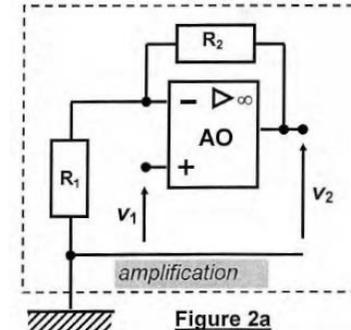
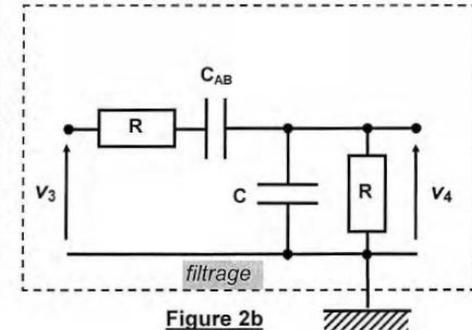

Figure 2a
Figure 2b
A la tension électrique  $v(t) = V_0 \cos(\omega t + \phi)$  peut être associée, en notation complexe, le signal analytique  $\underline{v}(t) = \underline{V}_0 \exp(j\omega t)$  où  $\underline{V}_0 = V_0 \exp(j\phi)$  désigne l'amplitude complexe du signal et  $j$  le complexe tel que  $j^2 = -1$ . Les amplificateurs opérationnels (AO) sont supposés idéaux et en fonctionnement linéaire. Le capteur de capacité  $C_{AB}$  est inséré dans un circuit de mesure comportant deux blocs : un bloc amplificateur (Figure 2a) et un bloc de filtrage (Figure 2b).